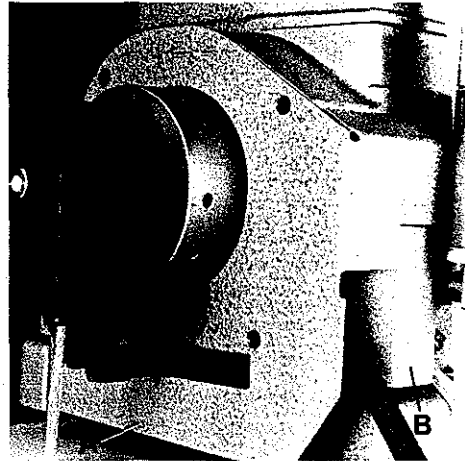

Fig.18
From time to time the cooling ribs of the bottom cover have to be cleaned and the fan blades of the pulley have to be blown out with compressed air. For this remove belt guard (A, Fig. 18) and air duct (B).
Von Zeit zu Zeit müssen die Kühlrippen an der Grundplatte gereinigt und die Lüfterflügel am Handrad mit Pressluft ausgeblasen werden. Dazu muß der Riemenschutz (A, Fig. 18) und das Luftleitblech (B) entfernt werden.